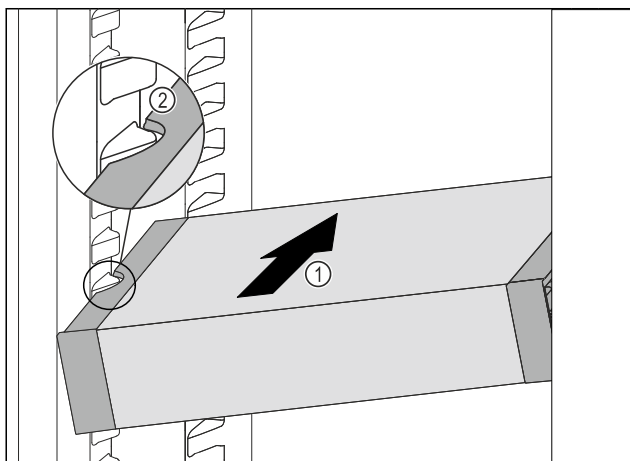

Fig. 112
- ▶ Skub VarioSafe skråt ind i kølesektionen, Fig. 112 (1) indtil udsparingerne i siden Fig. 112 (2) på VarioSafe er på niveau med beholderribben i kølesektionen.